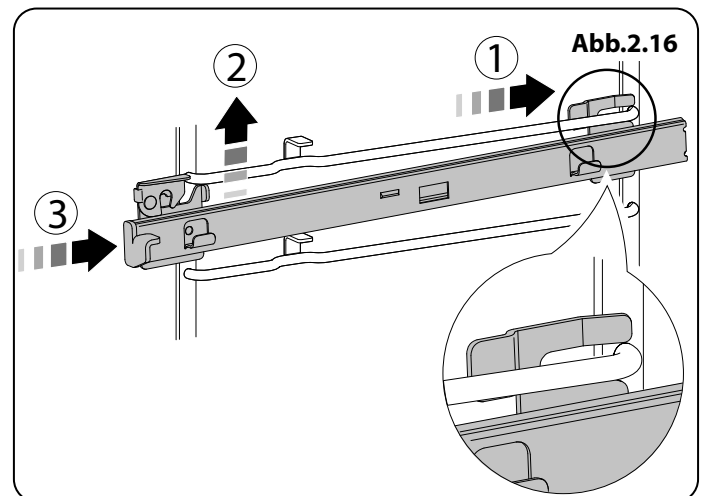

Abb.2.16
1. Suchen Sie die Öffnung des oberen hinteren Schlitzes auf der Seitenhalterung, während die Schiene geschlossen ist (**Abb.2.16**). Benutzen Sie keine weitere Öffnung an dieser Stelle.
2. Heben Sie das Vorderstück der Schiene an, um den vorderen Schlitz in der Seitenhalterung zu finden (**Abb.2.16**).
3. Schieben Sie die Schiene nach hinten in den Ofen. Der vordere Schnapper hebt und senkt sich, um die Schiene zu sichern (**Abb.2.16**).